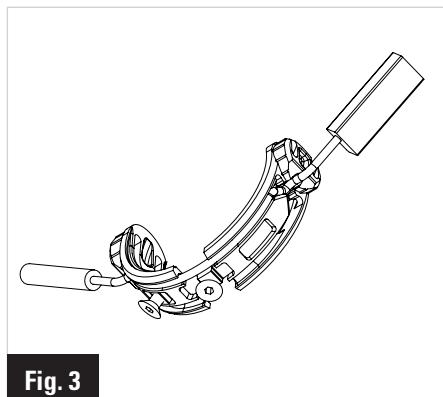

Fig. 3
- 3- Instale las guías de cables en la caja de pedalier. Únicamente el cable para el desviador trasero debe pasar por la caja de pedalier. Monte las guías liners **(2)** bloqueando el cable en las ranuras (Fig.3), y luego atornille la brida **(1)** con los tornillos **(3)**.